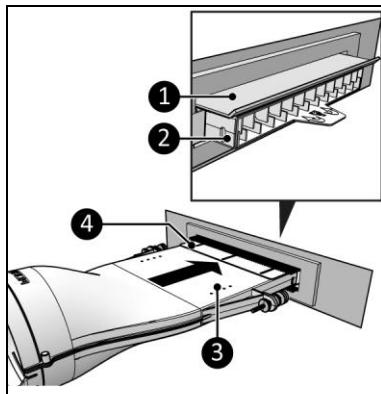

Figure 4
- Insérez la partie principale (Figure 4, pos. 3) dans le dispositif de transfert (Figure 4, pos. 4).
- Assurez-vous que la partie principale (Figure 4, pos. 3) dépasse de la boîte aux lettres (Figure 4, pos. 2), de façon à ce que le rabat de la boîte aux lettres (Figure 4, pos. 1) reste ouvert et repose sur la partie principale.